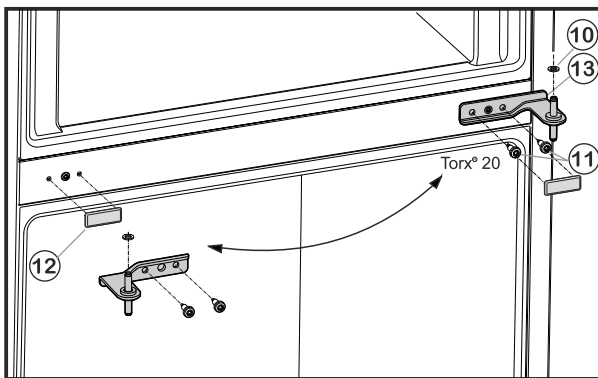

Fig. 5
- ▶ Открутите крепежные винты Fig. 5 (11) (2 шт. Torx® 20) и извлеките средний опорный кронштейн из нижней дверцы.
- ▶ Снимите пластиковую шайбу Fig. 5 (10).
- ▶ Осторожно снимите крышку Fig. 5 (12).
- ▶ Установите крышку Fig. 5 (12) на противоположной стороне.
- ▶ Вставьте средний опорный кронштейн Fig. 5 (13) с поворотом на 180° в нижнюю дверцу и прикрутите с помощью крепежных винтов Fig. 5 (11) (2 шт. Torx® 20) на новую сторону шарнира (**с моментом 4 Нм**).
- ▶ Снова установите пластиковую шайбу Fig. 5 (10).
- ▶ Установите верхнюю дверцу на средний опорный кронштейн Fig. 5 (13).